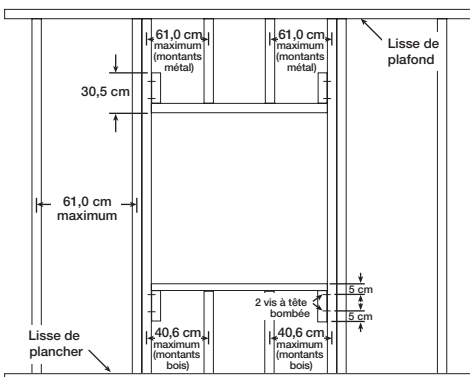

Figure 3 — Ouverture dans mur à ossature
a. Encadrer l'ouverture, voir Figure 3.